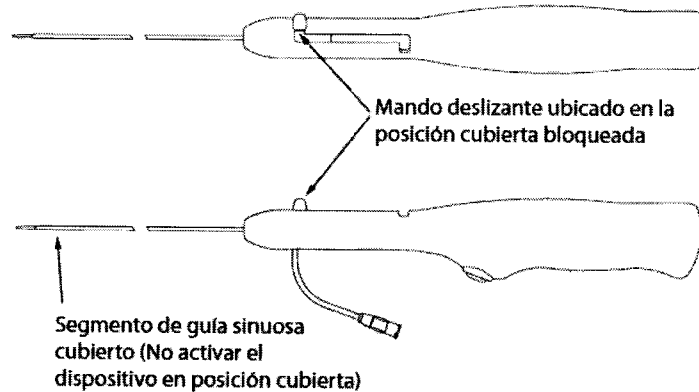

FIGURA 3
9. Coloque el dispositivo en la posición cubierta empujando el mando deslizante hasta la posición distal y girando el mando deslizante para bloquearlo en la posición cubierta (consulte la figura 3). Cuando se encuentre en la posición cubierta, solo debe sobresalir del catéter la punta flexible de la guía sinuosa. El dispositivo no debe activarse en la posición cubierta.